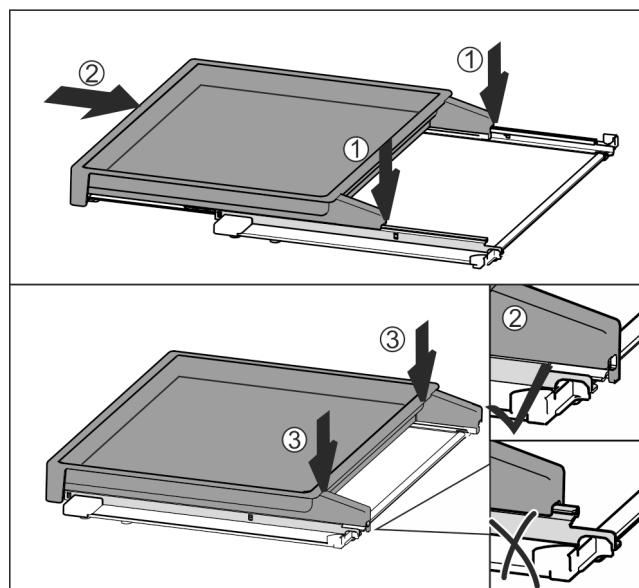

Fig. 51
- Установить по центру на направляющие Fig. 51 (1).
- Вставить вытяжную панель полностью Fig. 51 (2).
- Нажимать на задней стороне до тех пор, пока не будет слышна фиксация Fig. 51 (3).